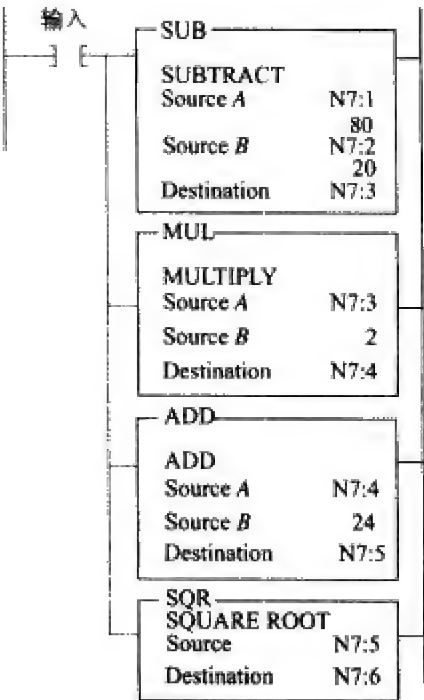

图 11-31
10. 参考图 11-31, 当输入为真时, 下面每个字中存储的数据是多少?